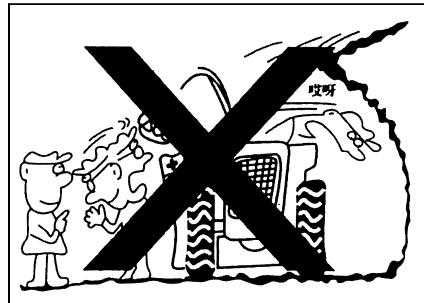

Рис. 1-69
- Когда работа проводится на местах с возможностью обрушения, например на крае дороги или на сколе, необходимо принять меры по обеспечению безопасности, назначить специального лица и подчиниться его приказам (рис. 1-69).